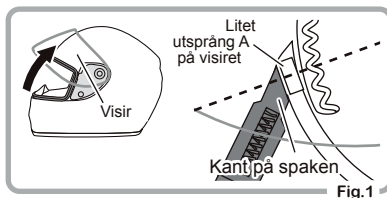

Fig.1
- ① Öppna visiret så långt det går och anpassa sedan den lilla beräknade biten (A) och kanten på spaken enligt anvisning i Fig. 1.